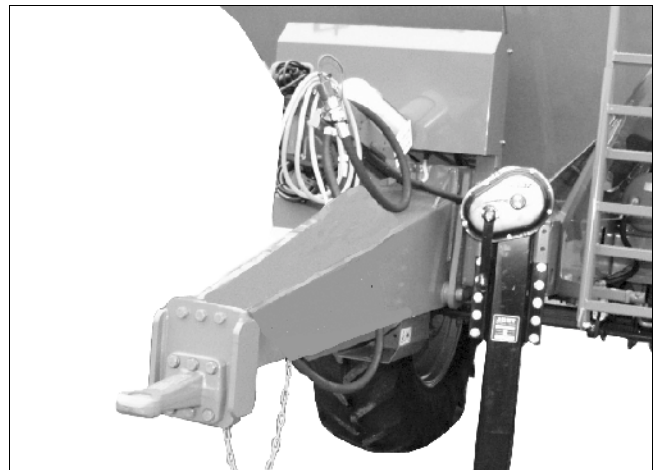

Fig. 6
- geraden Zugdeichsel (Fig. 6),